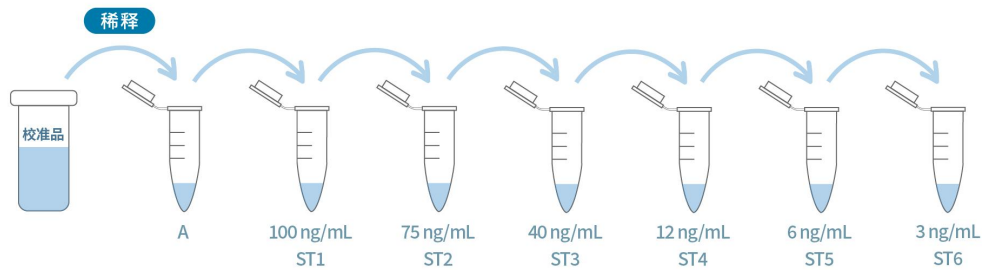

图 3 校准品稀释操作示例
- 校准曲线配制：参照图 3 和表 2 对校准品进行梯度稀释。